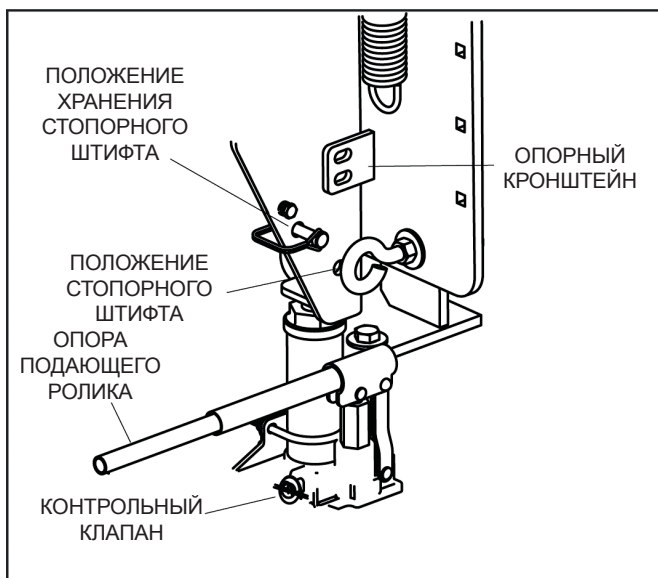

Рис. 5.3. Опора подающего ролика
3. Снимите стопорный штифт с места его расположения (см. рис. 5.3).
3. Выньте стопорный штифт из положения хранения (см. рис. 5.3).